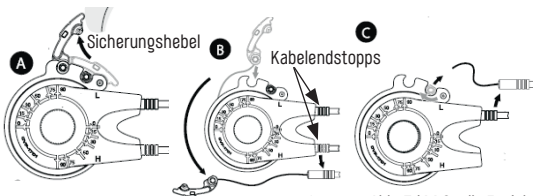

Abb. 3/44 Quelle Enviolo
Bei Enviolo Schaltnaben sollte in eine Position geschaltet werden, in welcher der Sicherungshebel und die Kabelendstops leicht zugänglich sind („Abb. 3/ Quelle Enviolo“). Nach dem Öffnen des Sicherungshebels (A) können die beiden Kabelendstops (B) und (C) entfernt werden.